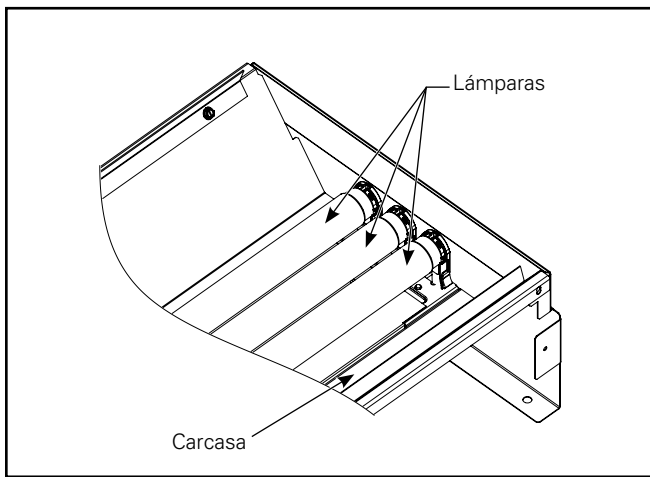

Figura 1.
1. Retire las lámparas de la luminaria. (Figura 1.)